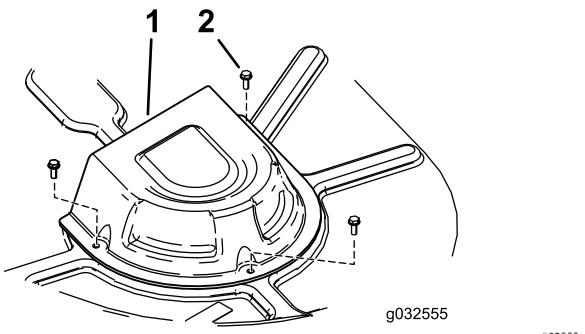

Figure 73
4. Déposez les couvercles de poulie (Figure 73).